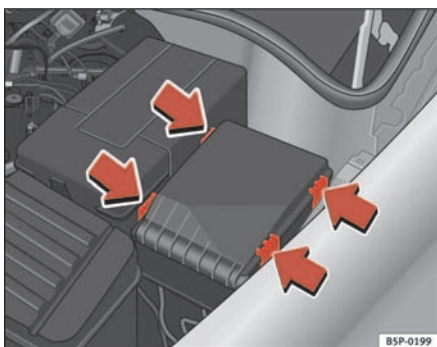

Abb. 172 Sicherungsdeckel im Motorraum
- Haken Sie den Sicherungsdeckel im Motorraum an den Laschen aus, indem Sie die Laschen zur Deckelmitte drücken ⇒ Abb. 172.